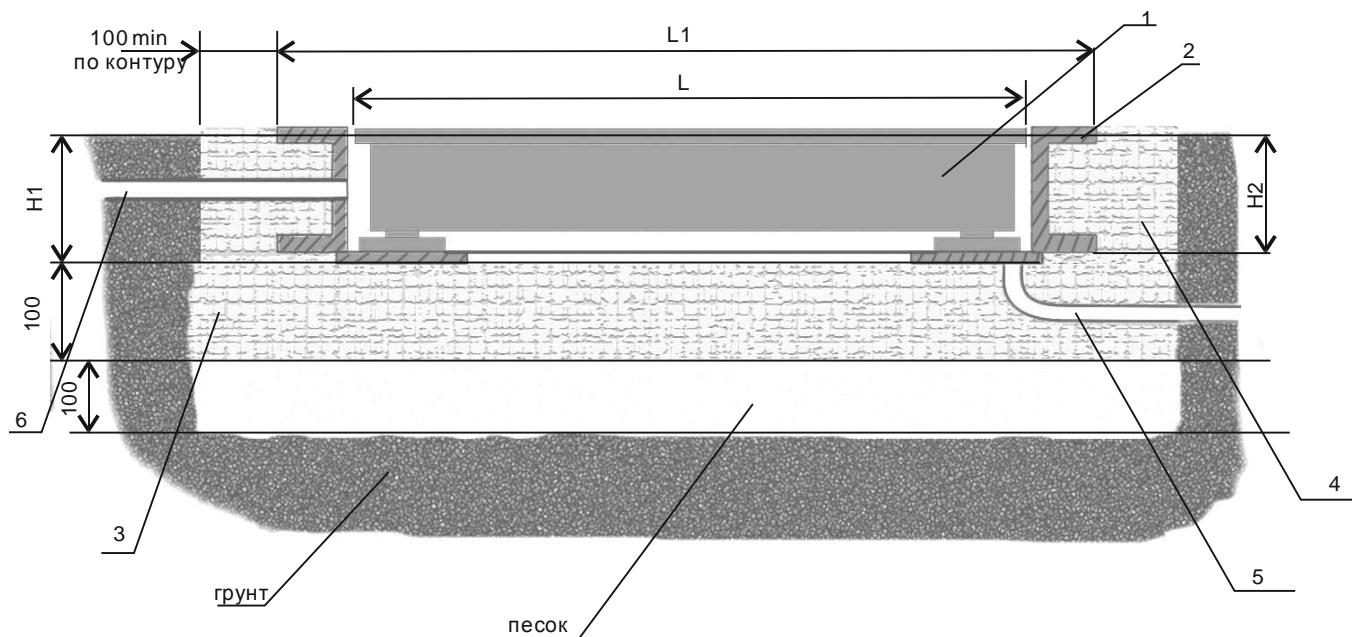

Рис.4 Схема приямка
2.3.1. Сооружение приямка для установки весов ВСП4-В (рисунок 4).
Ввернуть опоры 2 в резьбовые отверстия датчиков врезной платформы 1 таким образом, чтобы высота платформы 1, установленной на плоской поверхности, была бы равна глубине рамы 3 (размер Н2 на рис.4). Установить на врезной платформе 1 рым-болты 5. Врезную платформу 1 необходимо расположить в раме 3 таким образом, чтобы сторона платформы 1, у которой находится вывод соединительного шнура 7, соответствовала стороне рамы 3, на которой находится отверстие 6 для вывода соединительного шнура 7.